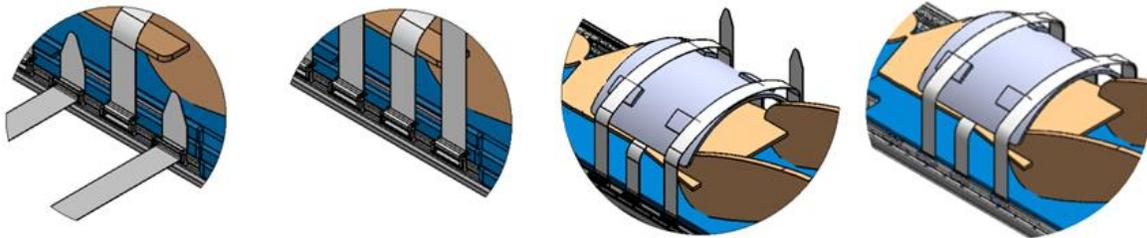

Figure 42 : Fixation des sangles de bobine antérieures
3. **Manipulateur IRM** : installer deux sangles de bobine antérieures, comme illustré à la *Figure 42*.